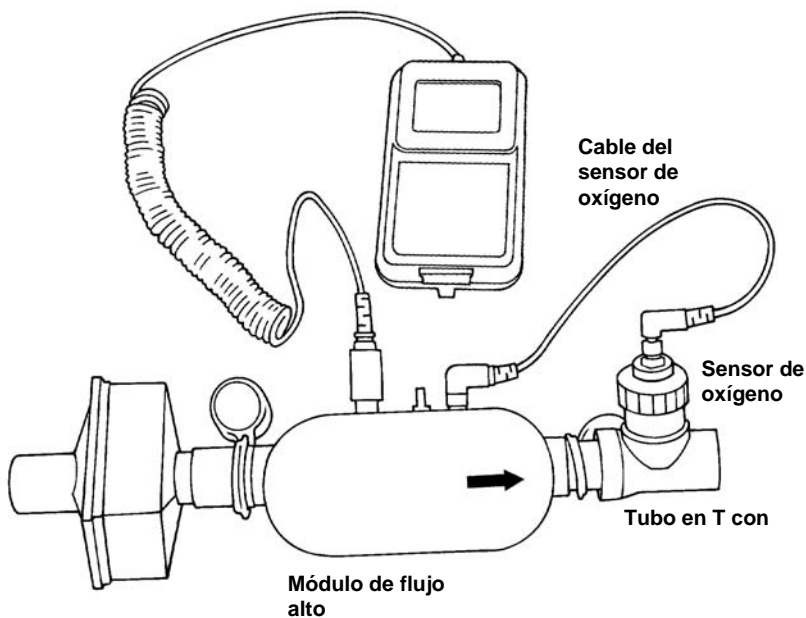

Figura 6. Conexión del sensor de oxígeno al módulo de flujo alto
4. Sólo en módulo de flujo alto: instale el sensor de oxígeno (opcional, **Figura 6**).